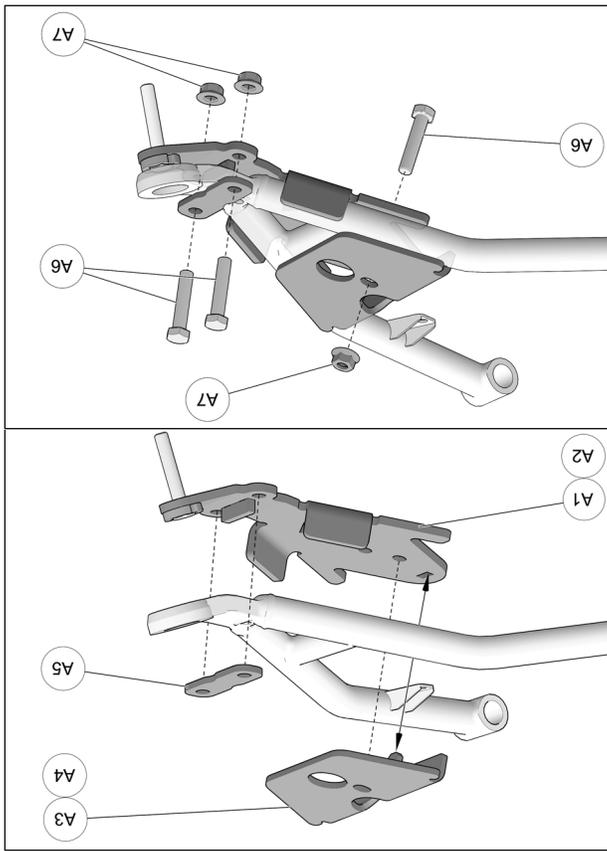

Fig. 11
5. Positionner la partie inférieure de l'ancrage anti-rotation (A1-A2) sous le bras de suspension inférieur. Positionner les parties supérieures (A3-A4-A5) au-dessus du bras de suspension de façon à ce que les trous des parties supérieures s'alignent avec ceux de la partie inférieure. Assembler les deux parties avec les boulons M10x50mm (A6) et les écrous (A7) fournis. Serrer l'assemblage à un couple de 50 N•m [37 lb•pi]. Voir la Fig. 11